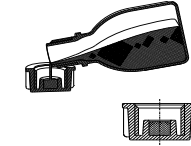

Fig. 7
- 4 Eine halbe Verschlusskappe (Plastikflasche - Fig. 7) des Elektroden-Reinigungssand über die Aufnahmebohrung eines Sensors in den Zellenkörper einfüllen (ca. 1/3 cm³ Elektroden-Reinigungssand).
- 9 Verschlusskappe (Plastikflasche - Fig. 7) zu einem Drittel mit dem Elektroden-Reinigungssand (ca. 1/3 cm³ Elektroden-Reinigungssand) füllen.
- 4 Fill half a cap from the plastic bottle (Fig. 7) with electrode cleaning sand and pour it into the cell body through a sensor mounting hole (approx. 1/3 cm³ of electrode cell sand).
- 9 Fill the cap of the cleaning sand bottle (Fig. 7) until it is one-third full (approx. 1/3 cm³ of electrode cell sand).
- 4 Verser un demi bouchon (bouteille en plastique - Fig. 7) de sable de nettoyage par l'ouverture du logement d'un capteur dans le corps de cellule (env. 1/3 cm³ de sable de nettoyage).
- 9 Remplir le bouchon de la bouteille de sable de nettoyage d'un tiers (env. 1/3 cm³ de sable de nettoyage - Fig. 7).